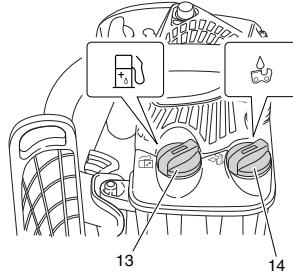

Fig. 9
#### **ATTENTION (Fig. 9)**
#### **Huile de chaîne (Fig. 9)**
Lors du remplissage des réservoirs soit avec du carburant (13), soit, avec de l'huile de chaîne (14), placez la machine sur le côté avec le bouchon orienté vers le haut. (Fig. 9)